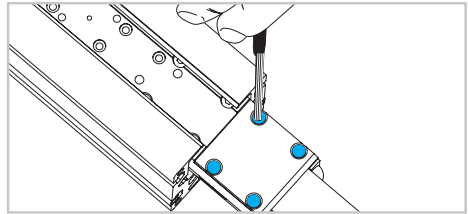

Abb. 13
- 13) Bewegen Sie den inneren Laufwagen zum Ende des Profils, Lösen Sie die Riemenspannschrauben und ziehen Sie den Riemen heraus (Abb. 13).
- 16) Verschieben des innenliegenden Mitnehmers bis zum Antriebskopf und entfernen Sie die Riemenspannschrauben (Abb. 13).